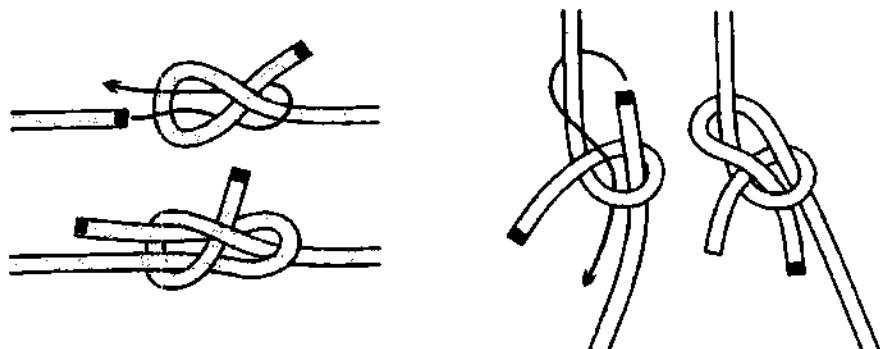

Рис. 885. 2-й способ вязки шкотового узла.
**2-й способ вязки шкотового узла.** Узел вяжется из калышки. Большим пальцем правой руки удерживается калышка, а левой рукой продевается второй конец (рис. 885). Этот способ многим может показаться более привычным, так как подобным образом вяжется **беседочный узел**. Если вы научились вязать **беседочный узел**, то **шкотовый узел** этим способом связите без ошибки.